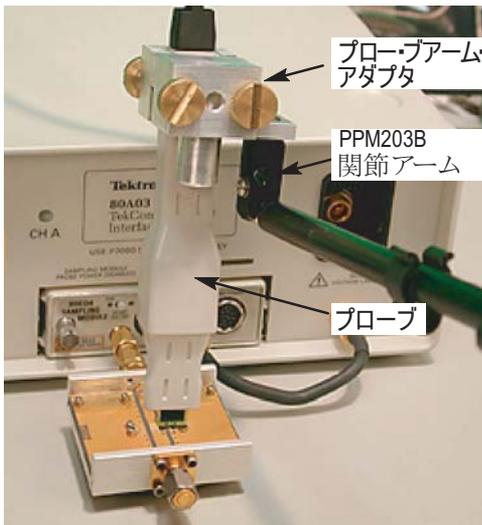

図 18 : 固定されたプローブ
固定されたプローピングを使用すると、テスト対象の回路に手を使わずに接続できます。プローブ・アーム・アダプタを使用して、プローブ本体またはハンドヘルド・アダプタを PPM203B 関節または PPM100 プローブ固定具に取り付けます。図 18 は、固定されたプローブ (PPM203B とプローブ・アーム・アダプタ) を示しています。
2. 図 18 の 2 に示すように、フレックス・ストリップを再度取り付けます。フレックス・ストリップが Tip-Clip ハウジングに均等に取り付けられていることを確認します。